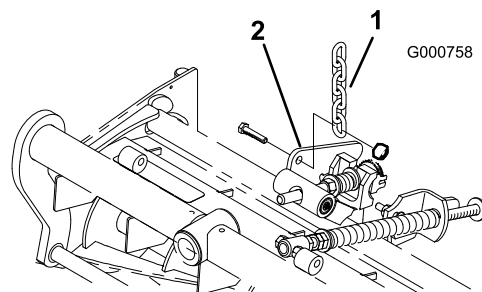

Рисунок 17
12. Отверните гайку крепления монтажного кронштейна пружины компенсации состояния травяного покрова к пружине стабилизатора режущего блока (Рисунок 17). Установите цепь опрокидывателя на колпачковый винт и закрепите ее ранее снятой гайкой.